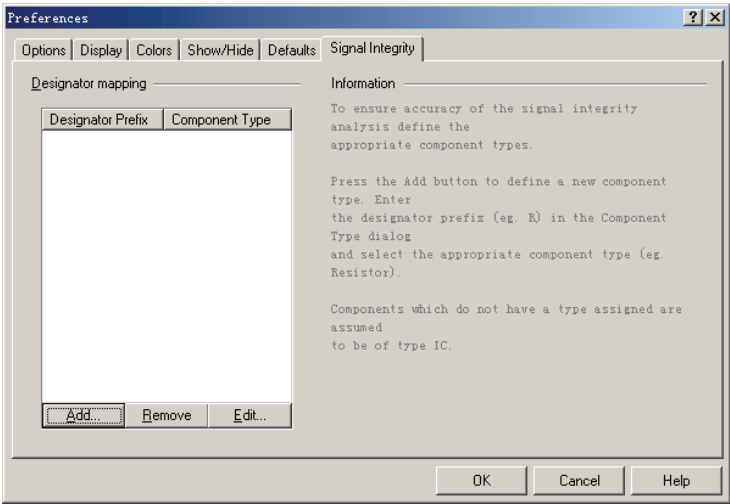

图 7-20 “Preferences”对话框
1) 定义一个元器件类型，选择“Tools”→“Preferences”命令，系统将弹出如图 7-20 所示的“Preferences”对话框。通过这个对话框可以设置元器件标号和元器件类型之间的对应关系。